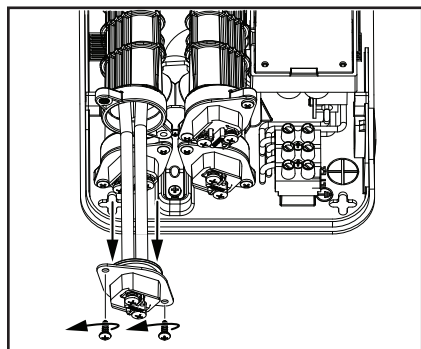

Figure 13 - Démontez un élément.
**3** Une fois les fils de l'élément écartés, à l'aide d'un tournevis Phillips, retirer les deux vis de fixation qui maintiennent l'élément dans la chambre. Insérer le bout d'un tournevis à tête plate entre le support de fixation de l'élément et le logement de la chambre pour dégager avec précaution l'élément de la chambre. Tirer l'élément vers le bas et hors de la chambre. Avec une serviette, essuyer toute l'eau ayant pu s'écouler de la chambre. Voir Figure 13.